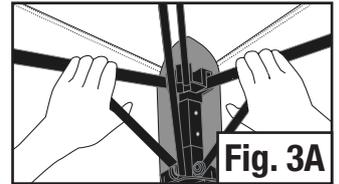

Fig. 3A
- CONSEIL UTILE:** Afin d'enclencher correctement le bouton-poussoir, tenez les tiges du haut et du bas de l'armature et serrez-les tel qu'illustré à la figure 3A. Faites attention de ne pas vous pincer.